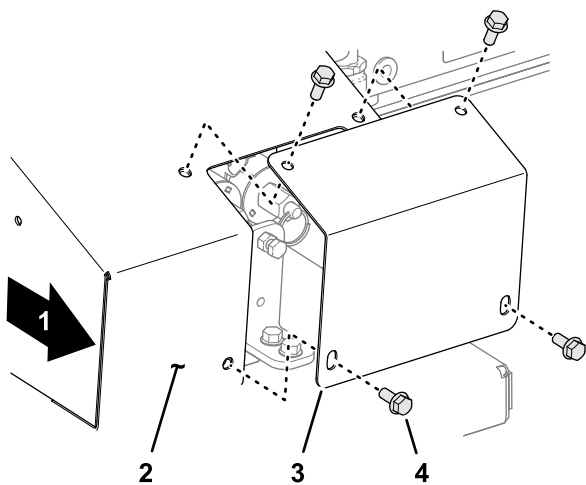

Figura 32
1. Sul lato destro della macchina togliete le 4 viti a testa cilindrica flangiata che fissano la piastra di copertura alla protezione del sistema di esclusione (Figura 32).